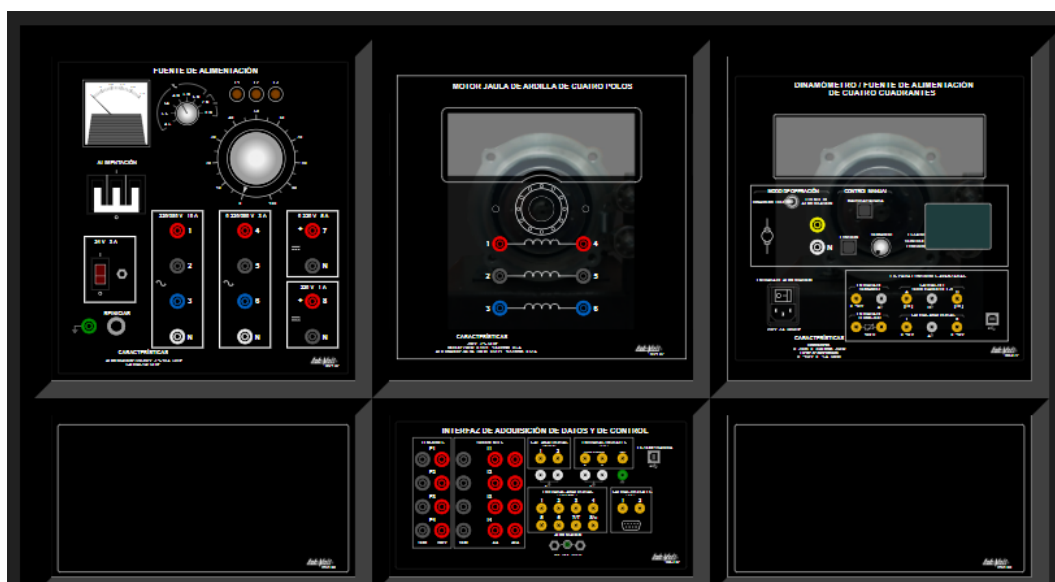

Figura 3: Equipos del Ensayo de Motor Jaula de Ardilla
- Desplazar a la consola principal según la Figura 3 los siguientes componentes: